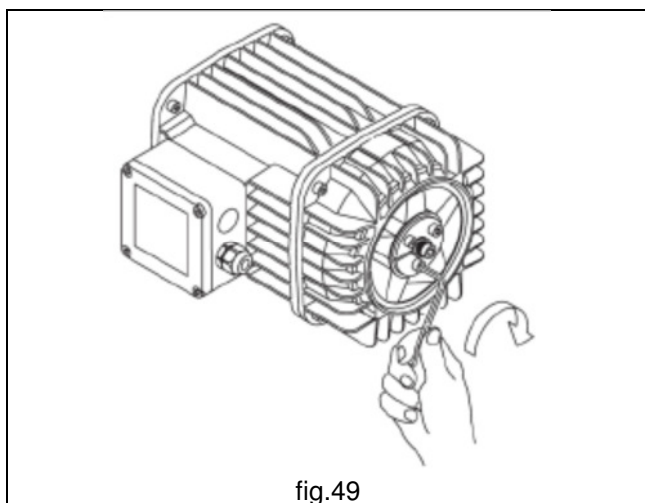

fig.49
8. Ricollocare le tre viti nella sede originale sulla ghiera avvitandole sul ceppo.(fig. 49)